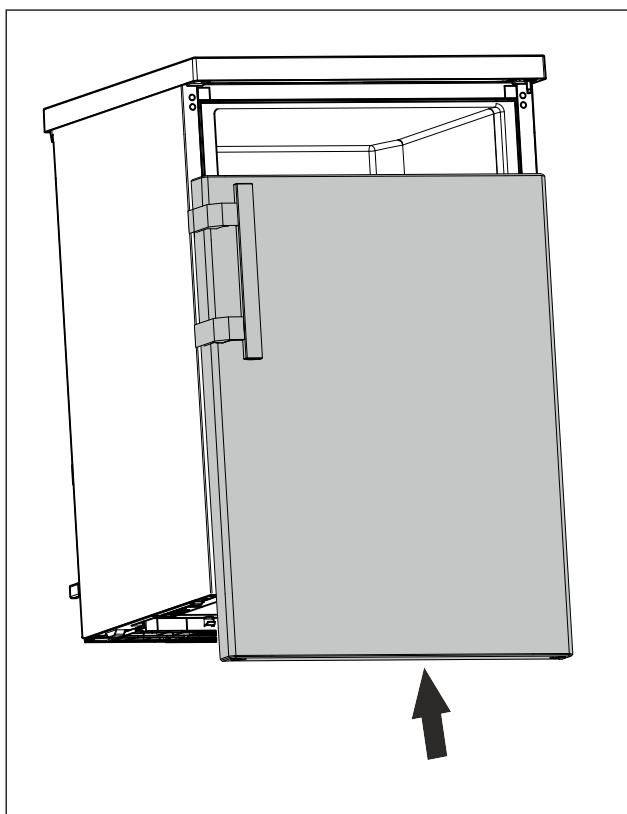

Fig. 16
- Når døren er lukket, skubbes den på den øverste bolt. (se Fig. 16)